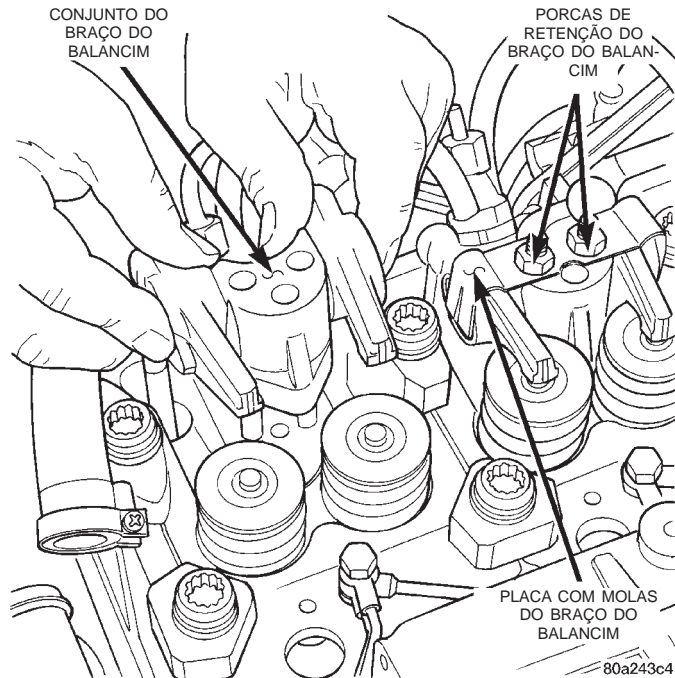

Fig. 38 Porca de Retenção do Braço do Balancim
(5) Remova a tampa do cabeçote do cilindros. Consulte "Remoção e Instalação da Tampa do Cabeçote do Cilindro" nesta seção.
(6) Remova a porca retentora do braço do balancim (Fig. 38).